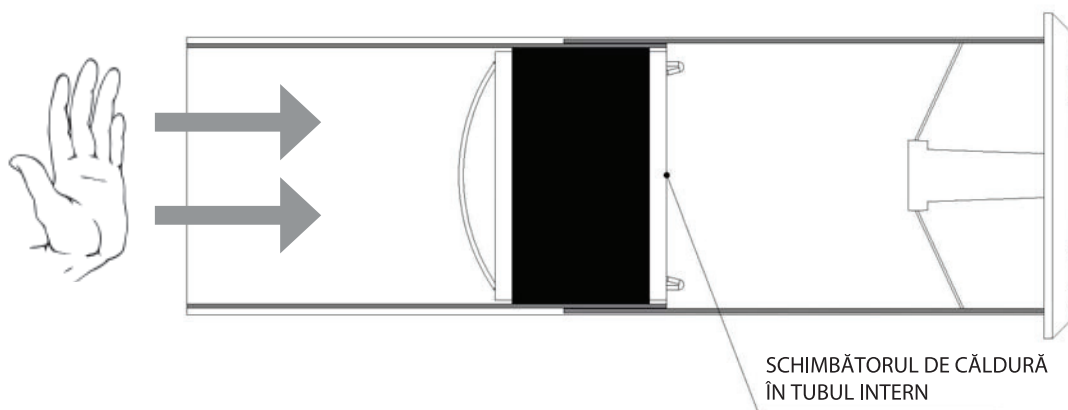

Figura 7
4. Așezați schimbătorul de căldură la extremitatea tubului interior. (Figura 7)